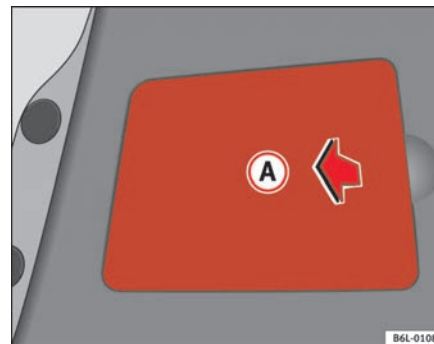

Abb. 153 Rücklicht an der Heckklappe
- Die Kunststoffabdeckung **(A)** ⇒ Seite 230, Abb. 153 abnehmen, einen Finger in den Spalt stecken und in Pfeilrichtung ziehen.